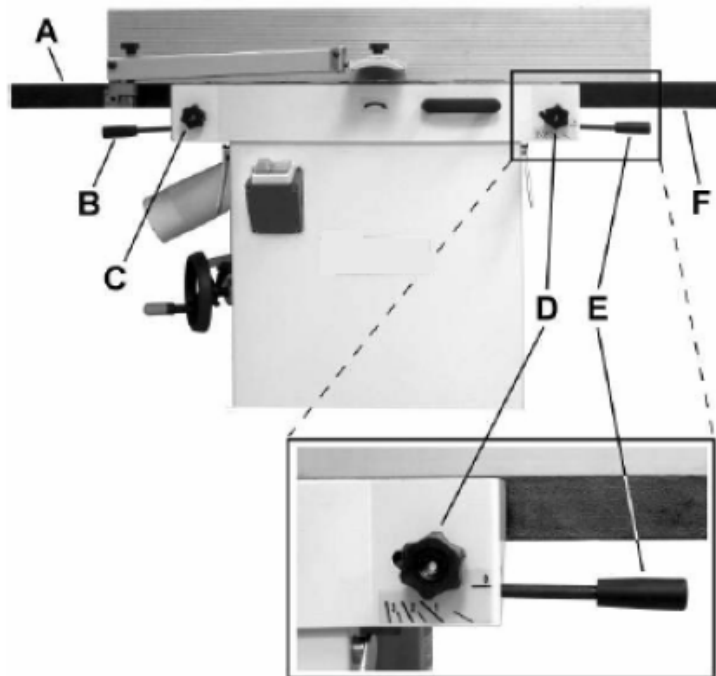

Figura 6
Referindu-ne la Figura 6:
2. Slăbiți butonul de blocare (A) și glisați apărătoarea capului de tăiere (B, C) pentru a elibera masa.
5. Așezați o margine dreaptă (D) peste partea din față a mesei de ieșire (F) și extinzându-se peste masa de alimentare (G). Observați poziția mesei de alimentare (G). Observați poziția muchiei drepte din Figura 6 în raport cu gardul (H).